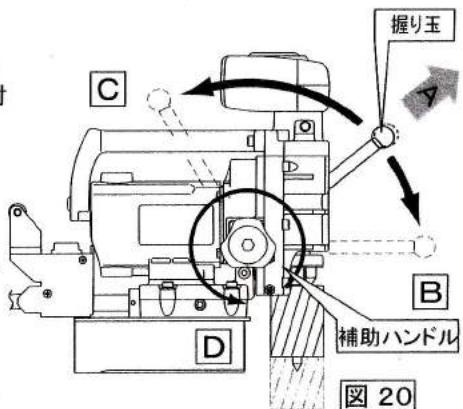

図 20
- 30mm程度以上の鋼板に穴をあける場合、補助ハンドルを使用してください。(図20)